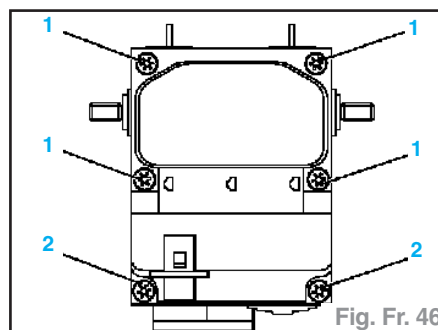

Fig. Fr. 46
- Remonter avec précaution le boîtier électronique avec des «vis neuves». (Serrage au couple et en croix des vis (1), ensuite les vis (2) au couple de 0,26 daN.m) (Fig. Fr. 46).